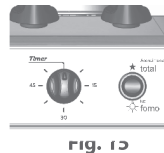

Fig. 15
- O seu produto possui um Timer Mecânico que se encontra no painel de comando (Fig. 15).